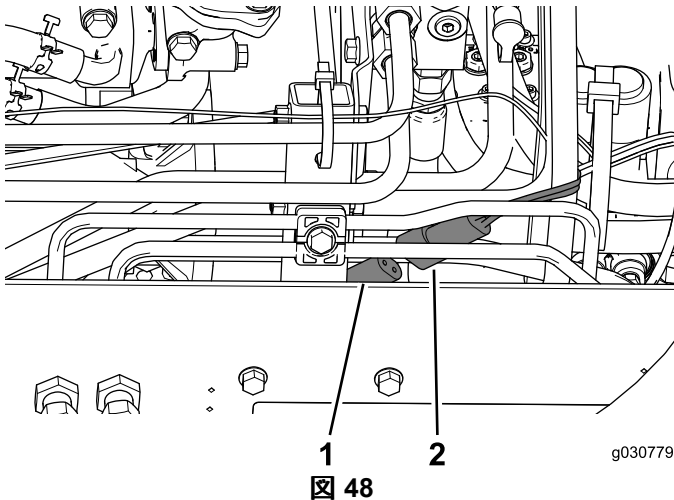

図 48
2. キャブから出ている電源コネクタ、機体右側にあるコネクタに接続する 図 48。